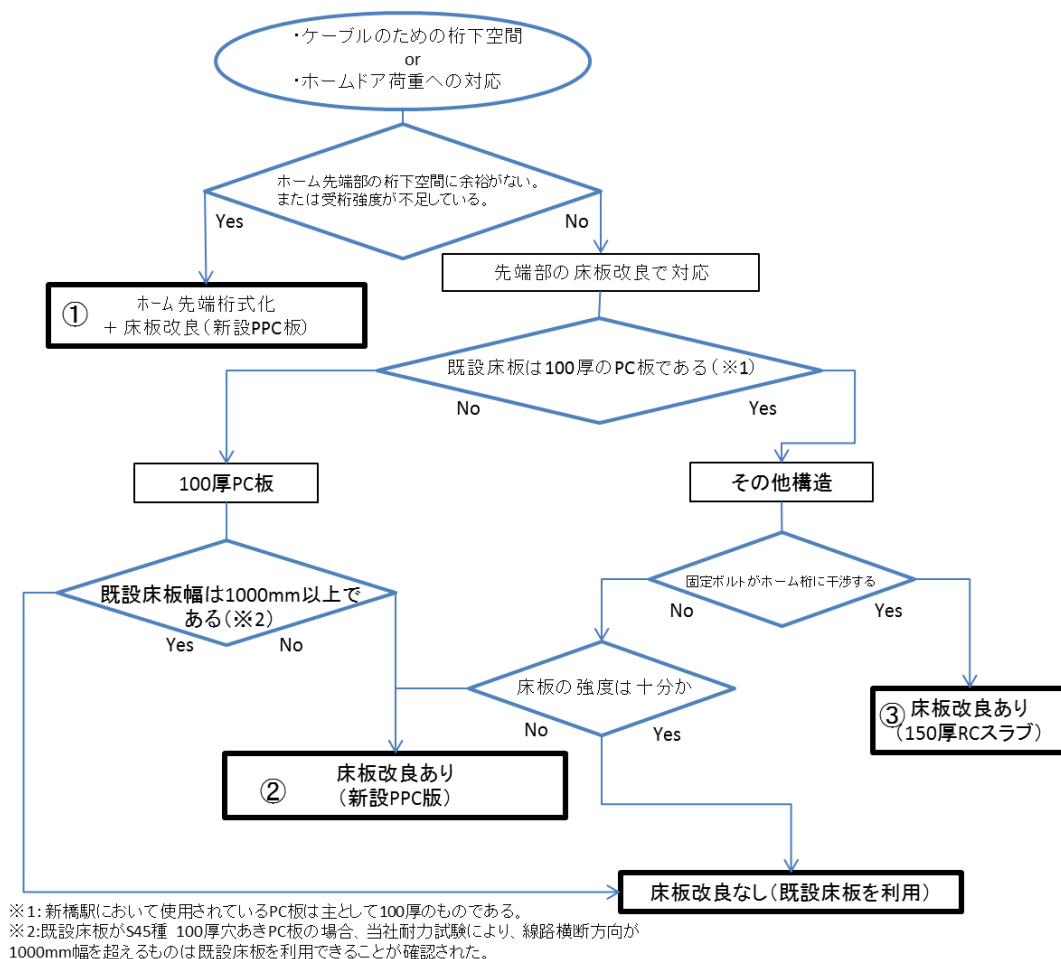
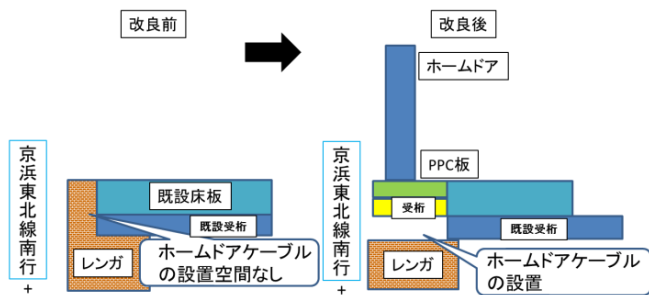
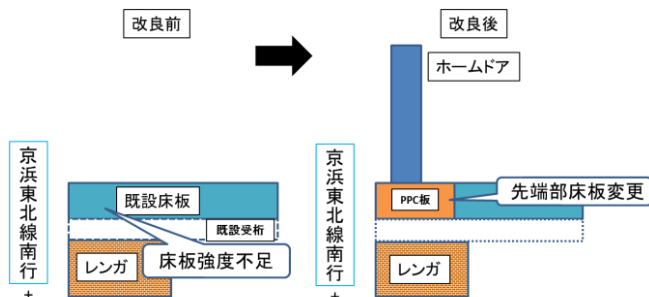

図2 ホーム改良選定フローチャート
図3 ①パターンでの改良前後構造比較図
図4 ②パターンでの改良前後構造比較図
新橋駅におけるホーム改良を分類した結果、以下のような選定チャートを作成することができ（図2）、大きく2種類に整理されることがわかった。
一つ目は、ホームドア設置のためにホームの先端、受桁等を改良したものである（図2①）。床板下にホームドアケーブル用の桁下空間がないものや、受桁の強度が不十分なものについては、床板改良とホーム先端部の桁式化を行うことで対応した（図3）。
二つ目は、床板のみの改良にて対応したものである（図2②、③）。まず、既設の床板がPC板であるものに関して、一定基準を満たすものは床板改良を行わず、満たさないものについてはPPC板（※3）への交換を行った（図4）